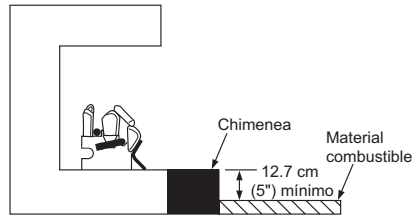

Figura 9 - Distancias mínimas para la chimenea sobre suelo combustible
- Cuando los materiales combustibles estén a menos de 35.5 cm (14") de distancia al interior de la chimenea, debe instalar el calentador por lo menos a 12.7 cm (5") arriba del suelo combustible (consulte la figura 9).